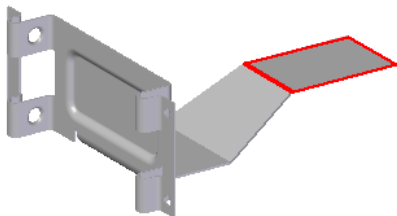
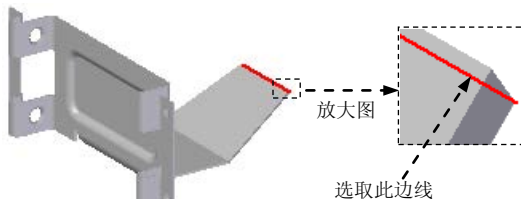
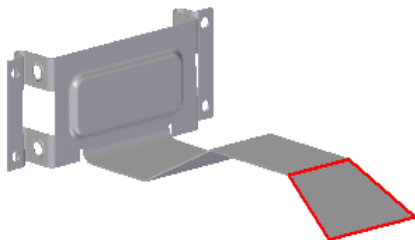

图 8.11.37 弯边特征 7
图 8.11.38 定义附着边
图 8.11.39 弯边特征 8
(5) 定义弯边属性及参数。单击“弯边选项”按钮，取消选中 ☐ 使用默认值* 复选框，在其折弯半径(R): 文本框中输入值 0.2；单击按钮。
(6) 单击按钮，完成特征的创建。
Step18. 创建图 8.11.37 所示的弯边特征 7。
(1) 选择命令。单击“主页”功能选项卡“钣金”工具栏中的“弯边”按钮.
(2) 定义附着边。选取图 8.11.38 所示的模型边线为附着边。
(3) 定义弯边类型。在命令条中单击“完全宽度”按钮；在距离: 文本框中输入值 50，在角度: 文本框中输入值 150，单击“内部尺寸标注”按钮和“材料外侧”按钮；调整弯边侧方向如图 8.11.37 所示的位置。
(4) 定义弯边属性及参数。单击“弯边选项”按钮，取消选中 ☐ 使用默认值* 复选框，在其折弯半径(R): 文本框中输入值 0.2，单击按钮。
(5) 单击按钮，完成特征的创建。
Step19. 创建图 8.11.39 所示的弯边特征 8。
(3) 定义弯边类型。在命令条中单击“完全宽度”按钮; 在“距离”文本框中输入值 40, 在“角度”文本框中输入值 150, 单击“内部尺寸标注”按钮和“材料外侧”按钮; 调整弯边侧方向向下, 如图 8.11.39 所示。